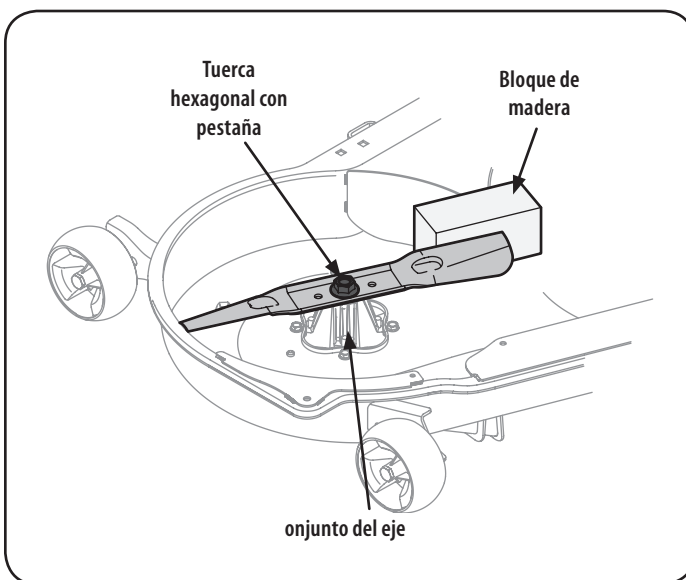

Figura 39
- Use una "llave de 15/16 para sostener la tuerca hexagonal en la parte superior del conjunto del husillo cuando afloje la tuerca hexagonal que fija la cuchilla. Un bloque de madera puede ser colocado entre el alojamiento de la plataforma y el filo de la cuchilla para ayudar a aflojar la tuerca hexagonal que fija la cuchilla. Ver Figura 39.